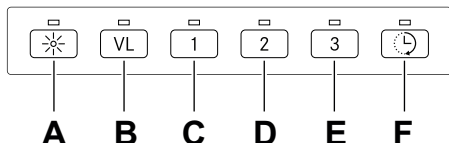

Fig.9
1. Öppna programmering: Håll in knapp A och B i 3 sekunder så att båda blinkar 3 gånger, se Fig.9. Programmeringsläget är då aktivt i 30 sekunder.
3. Spara programmeringen: Håll in knapp A och B i 3 sekunder, se Fig.9. Knapp A och B blinkar 2 gånger för att verifiera att programmeringen är sparad.